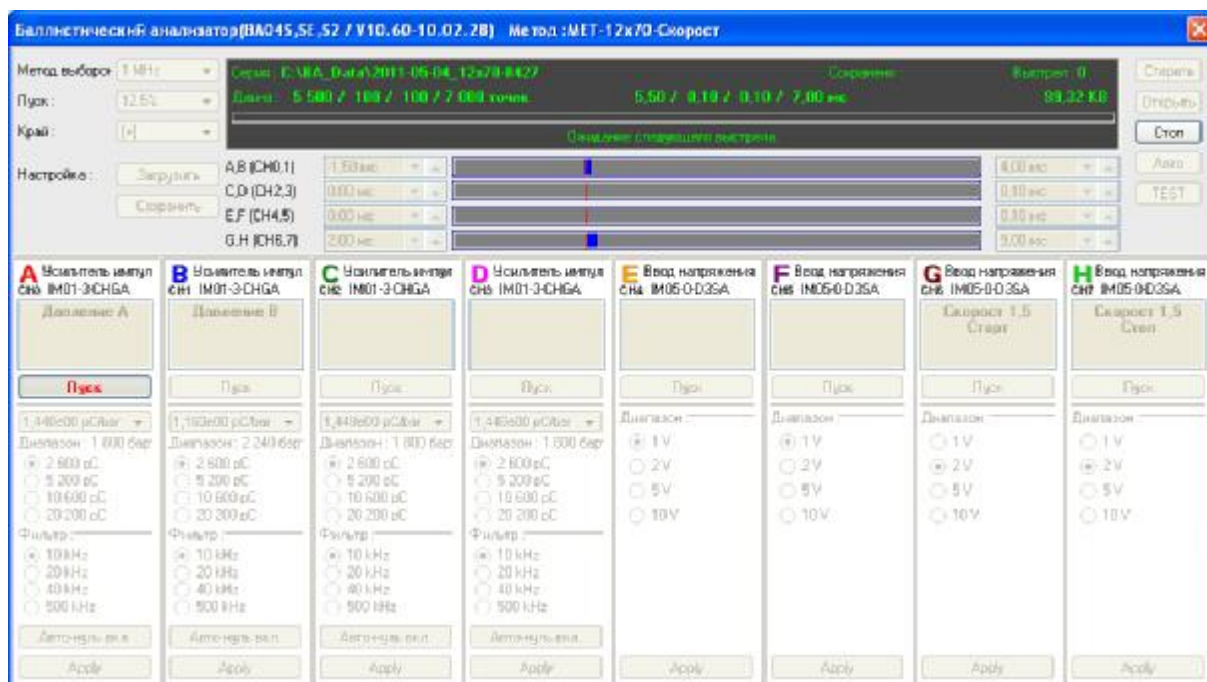

Рис. 7.17 – Панель «Баллистический анализатор»
7.3.4.20 Нажать кнопку «Открыть». Автоматически включится красный световой сигнал «Пуск», который дает указание оператору начать стрельбу, смотри рисунок 7.17. Измерительная система ожидает выстрел.
7.3.4.25 Выйти из панели «БА Контроль», нажав кнопку «Измерения», появится панель «Баллистический анализатор», смотри рисунок 7.17.